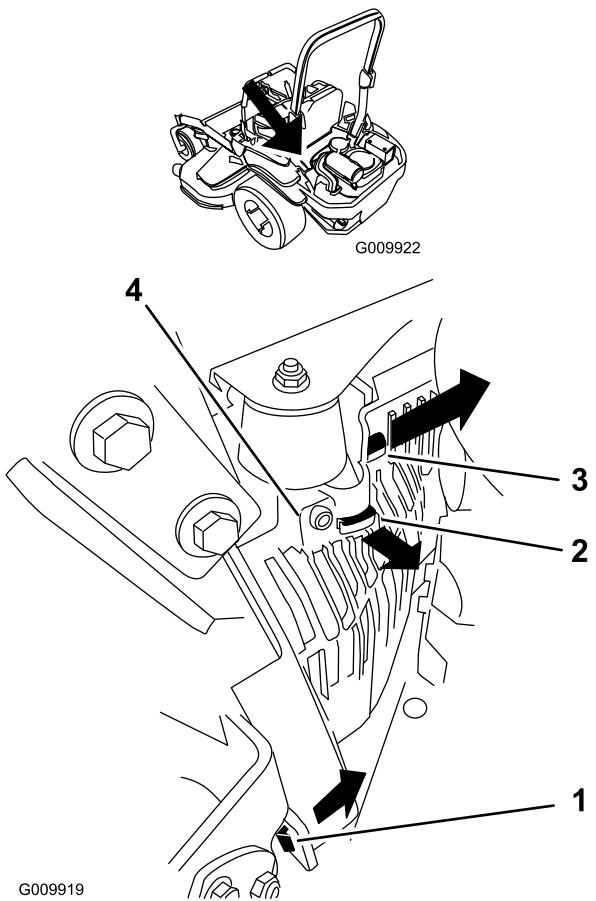

Figure 52
3. Déposez le capot de l'unité hydraulique gauche dans l'ordre indiqué à la Figure 52. Vous pourrez ensuite accéder à la bougie avant.
- Montez le capot de l'unité hydraulique gauche (Figure 52).